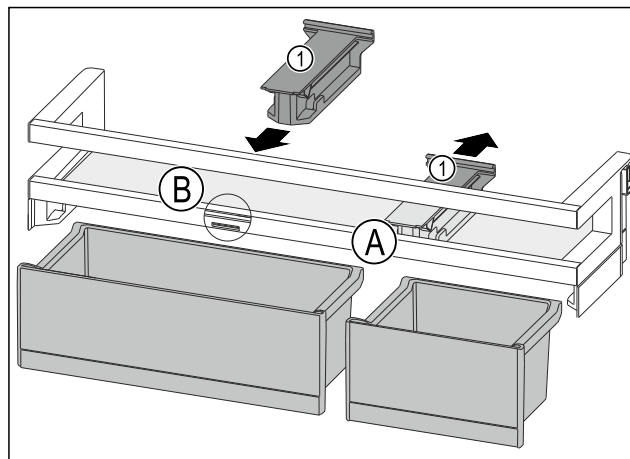

Fig. 152
- Držák Fig. 152 (1) v poloze Fig. 152 (A) stáhněte dozadu.
- Držák Fig. 152 (1) vložte v poloze Fig. 152 (B).